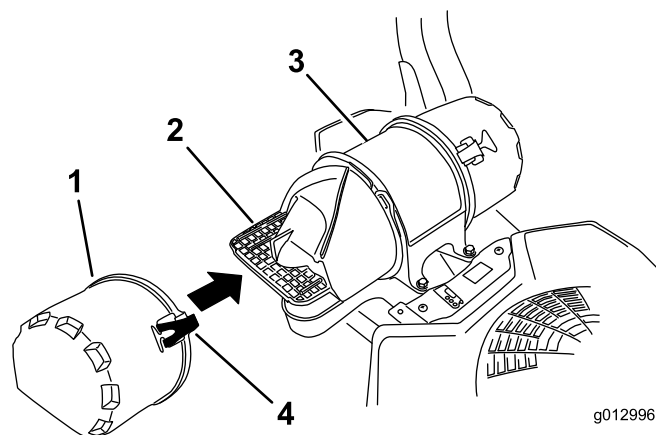

Figura 27
3. Rilasciate i dispositivi di fermo del filtro dell'aria e togliete il coperchio dell'ingresso dell'aria dal corpo del filtro (Figura 27).
5. Montate il coperchio dell'ingresso dell'aria e fissatelo con i fermi (Figura 27).
4. Montate il coperchio del filtro dell'aria e fissate i fermi (**Figura 27**).